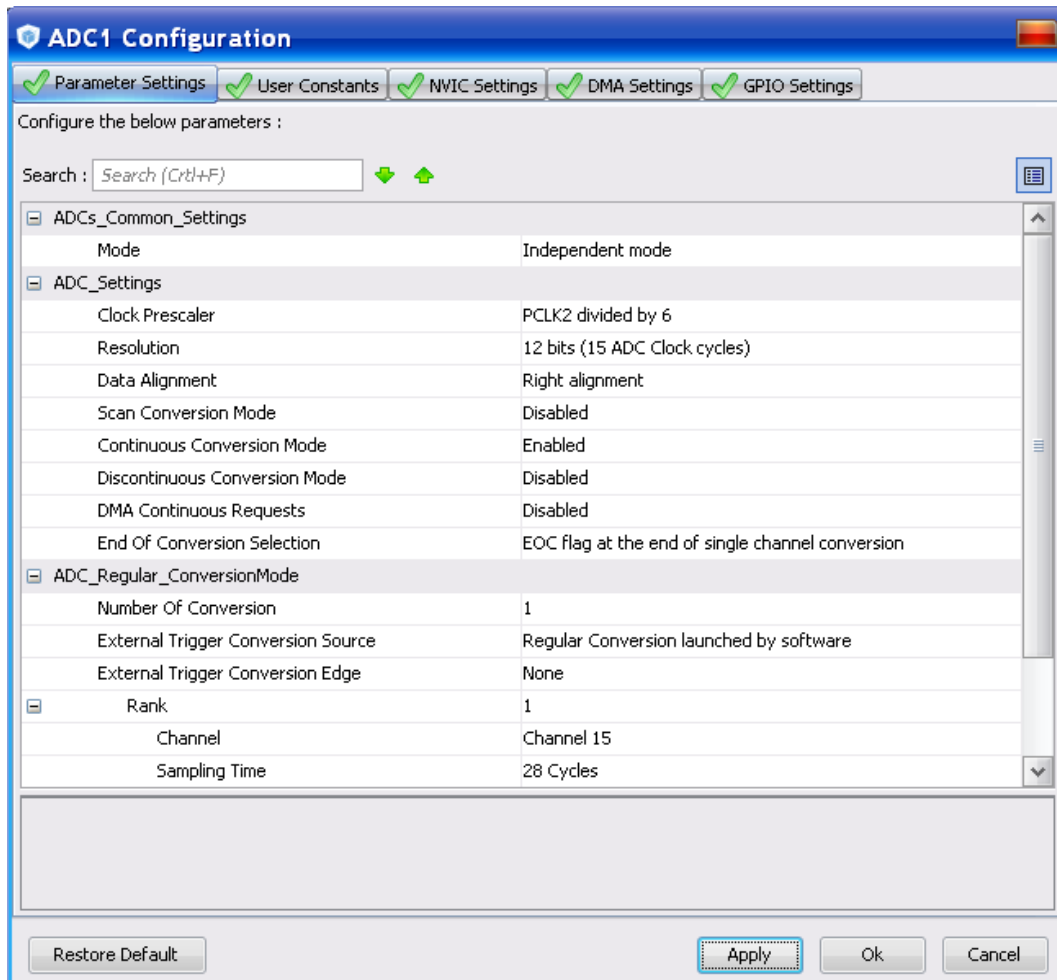

Рисунок 4.9 – Конфігурація налаштувань АЦП
8. Виконаємо конфігурацію модуля АЦП, увімкнувши для роботи регулярний канал (рисунок 4.9). Також увімкнемо переривання від АЦП на вкладці *NVIC Settings*.